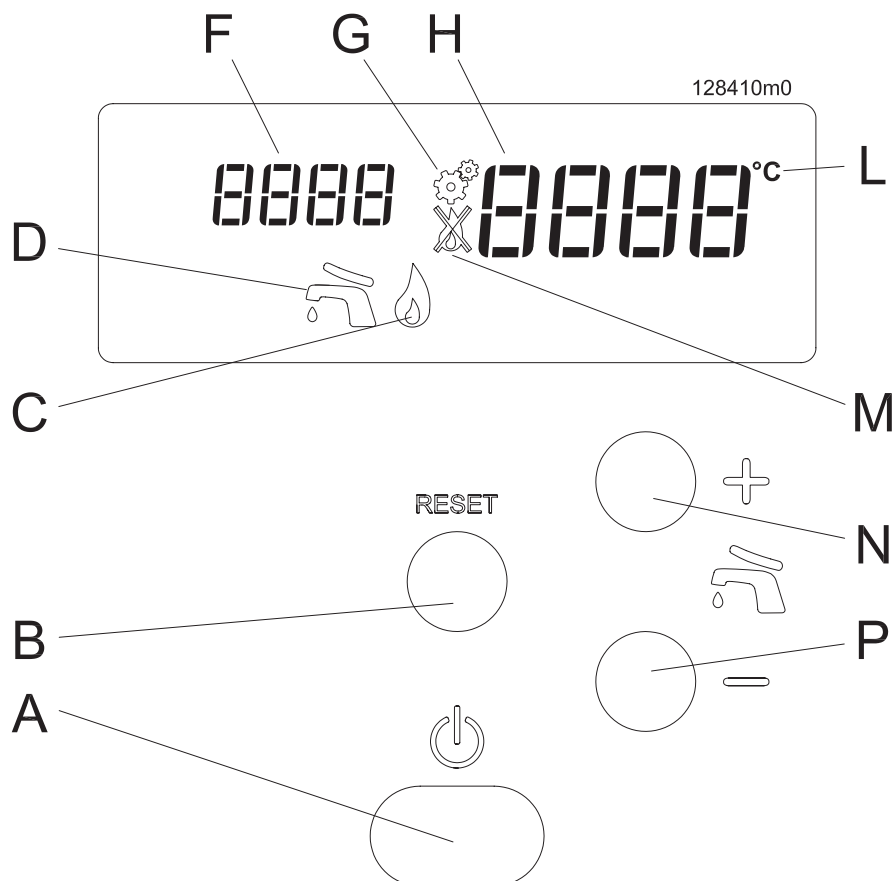

Figura 7-1 - Quadro comandi
- 1.- accendere l'apparecchio tramite l'interruttore "A" di figura 7-1;
Legenda figura 7-1
L'ingresso nel “Menù utente” è evidenziato dal visore “F”, di figura 7-1, che indica parametri che possono assumere valori
esegue agendo sui tasti  + e  -. Premuto uno dei due tasti, il visore “H” di figura 7-1, comincia a lampeggiare e a mostrare la temperatura che si sta impostando. Il campo di regolazione entro il quale si può regolare la temperatura del sanitario va da 40°C a 60°C.
la scritta **OFF** ad indicare lo spegnimento del servizio sanitario, evidenziato anche dallo spegnimento dell'icona “D” di cui in figura 7-1.
- a.- premere il tasto RESET per accedere all'interno del parametro (il visore “H” di figura 7-1 comincerà a lampeggiare);